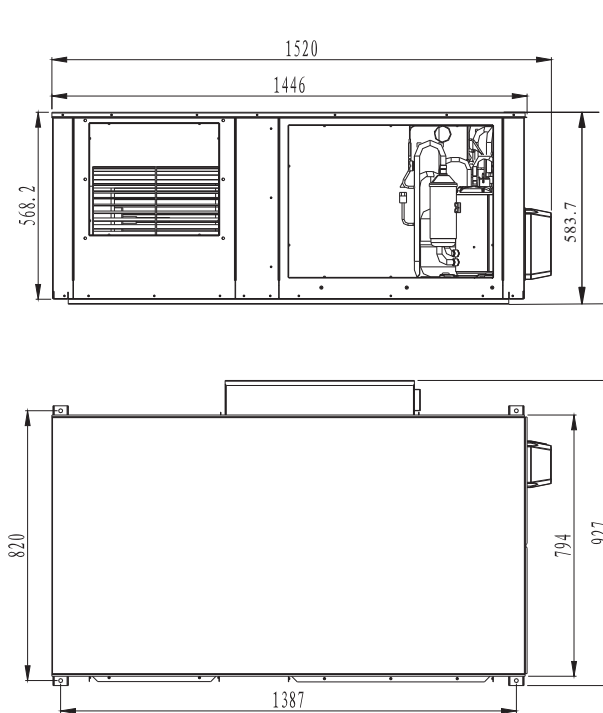

Fig. 3-1 Dimensione dell'unità esterna
- 1) La Fig.3-1 è applicabile per i modelli GIA-CEN-10KOMP